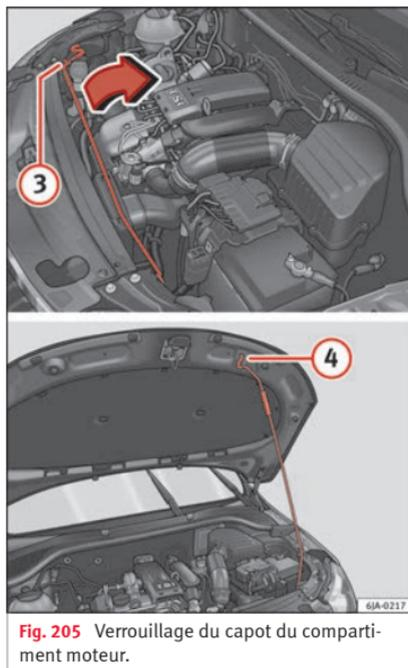

Fig. 205 Verrouillage du capot du compartiment moteur.
- Sortez la béquille ③ » fig. 205 de sa fixation dans le sens de la flèche et bloquez le capot une fois levé de sorte que l'extrémité de la béquille s'accroche dans l'ouverture située sur le capot ④.